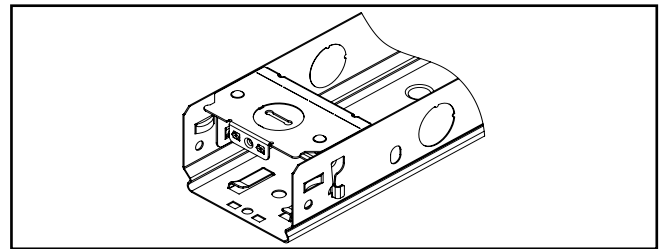

Figura 3.
2. Doble el alineador y sepárelo del portacasquillo (Figura 3.).